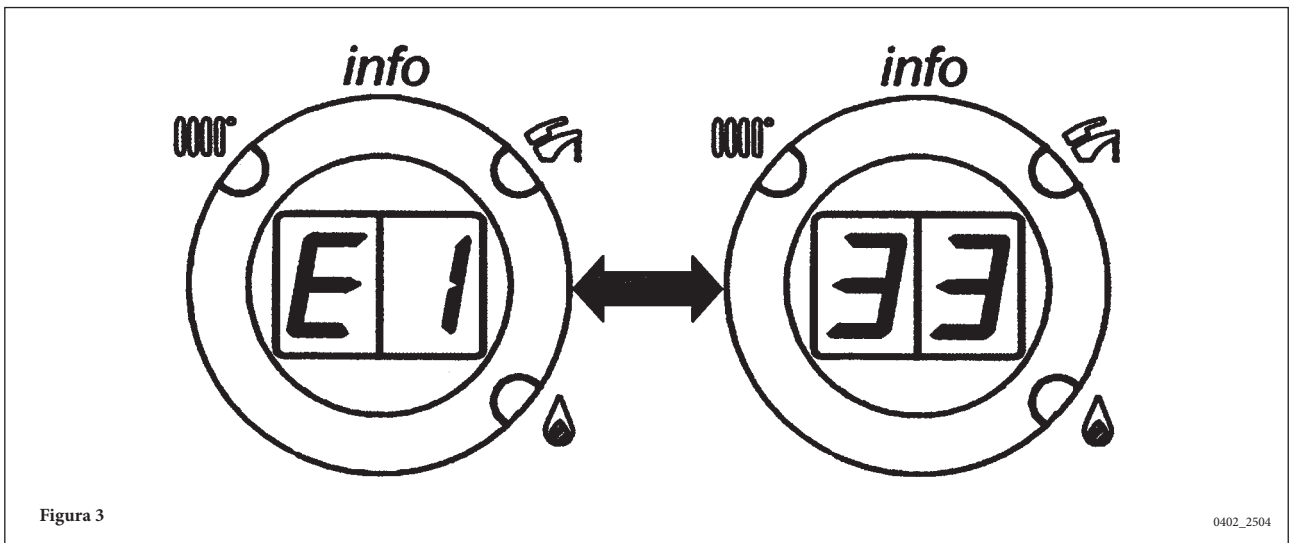

Figura 3
**NOTA:** para los códigos de anomalía con más de 2 cifras (ej. E133), en el display se visualizan las dos primeras cifras “E1” seguidas de las dos últimas “33”, según se indica en la figura 3.